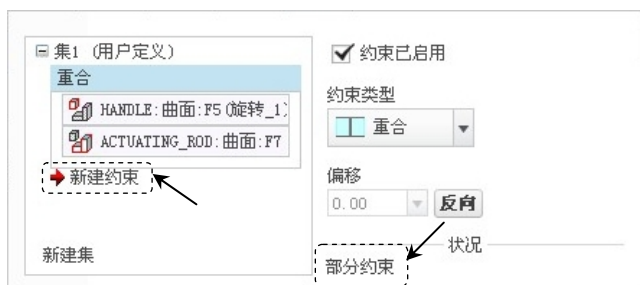

图 7.2.18 “放置”界面
(1) 在图 7.2.18 所示的“放置”界面中,单击“新建约束”字符,在 **约束类型** 下拉列表框中选择 **重合** 约束类型。